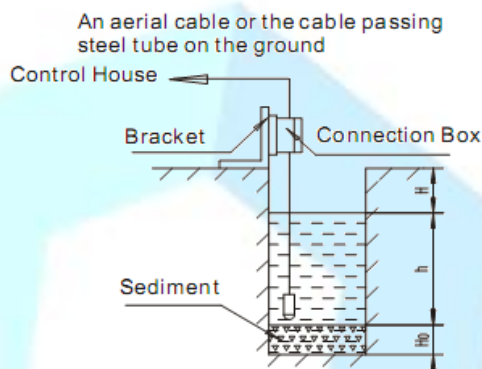

Fig 1
- (1) O transmissor deve ser instalado verticalmente com a tampa de medição voltada para baixo.
- (2) Na água que flui, a superfície de medição na tampa deve ser paralela à direção do fluxo da água.
- (3) **Instalação na água estática**
- (4) (4) O método de instalação na água estática é conforme a Fig1.